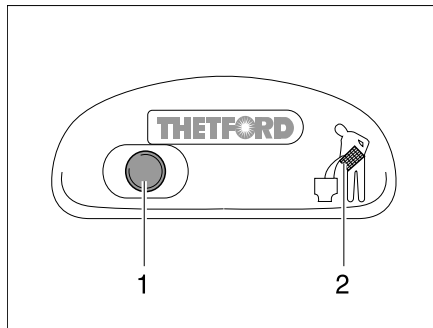
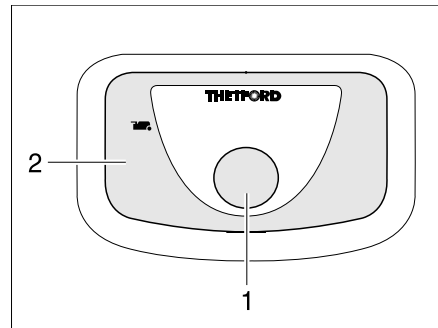

Bild 230 Spülknopf/Kontroll-Leuchte Thetford-Toilette
Bild 231 Spülknopf/Kontroll-Leuchte Thetford-Toilette (Alternative)
- Zum Spülen den blauen Spülknopf (Bild 230,1 bzw. Bild 231,1) drücken.
Die Kontroll-Leuchte (Bild 230,2 bzw. Bild 231,2) leuchtet, wenn die Thetford-Kassette entleert werden muss.